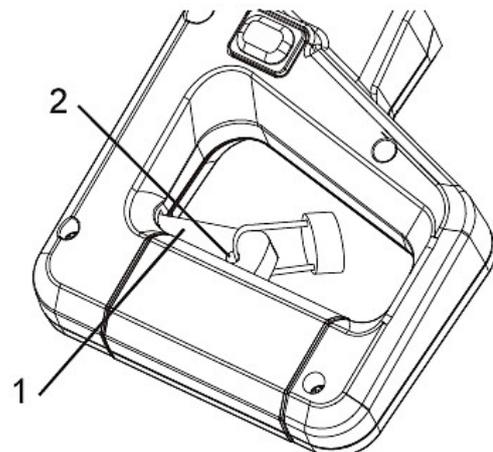

Abb. 34: EIN/AUS-Schalter
**8.5 Einschalten der Säge (Abb. 34)**